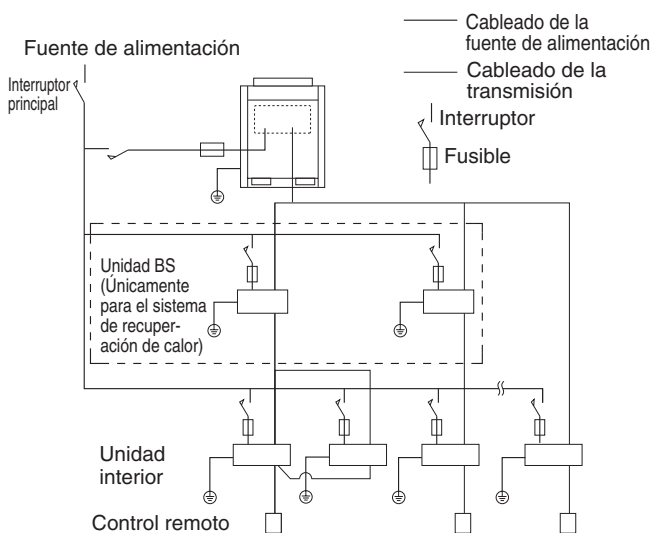

Fig. 25
- El cableado eléctrico debe instalarse de manera que cumpla con el código local y nacional. La Fig. 25 es un ejemplo de la configuración del cableado.